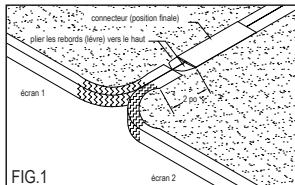

FIG. 1
3. Pour assembler plusieurs écrans thermiques / écrans de plancher / écrans muraux / protection anti-braises Type 2 HY-C l'un à l'autre, utiliser la trousse d'assemblage d'écran protecteur HY-C (pièce ULCK vendue séparément). Cette trousse contient des fixations permettant d'assembler entre eux les modèles de plus grande taille d'écrans thermiques / écrans de plancher / écrans muraux / protection anti-braises Type 2 HY-C. (Il faudra peut-être soulever la lèvre métallique de l'écran thermique / écran de plancher / écran mural / protection anti-braises HY-C Type 2, mais sur le rebord seulement, afin de commencer à poser les fixations. On pourra renforcer les fixations doucement au moyen d'un marteau.) Voir Fig. 1. Il faut utiliser les fixations fournies avec la trousse de connecteurs d'écrans thermiques HY-C (pièce ULCK vendue séparément) et les installer conformément au mode d'emploi de l'écran thermique / écran de plancher / écran mural / protection anti-braises Type 2 HY-C afin d'éviter d'exposer un élément combustible de la construction aux braises ou centres ardents après l'installation de l'écran thermique / écran de plancher / écran mural / protection anti-braises Type 2 HY-C.